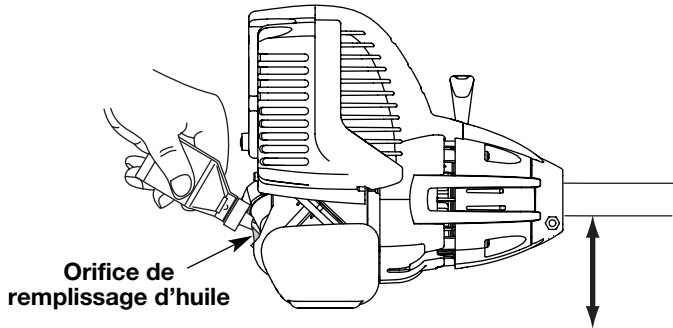

Fig. 6
2. Placez l'appareil sur une surface horizontale plane (Fig. 6).
- Versez tout le contenu de la bouteille d'huile dans le carter-moteur (Fig. 6).